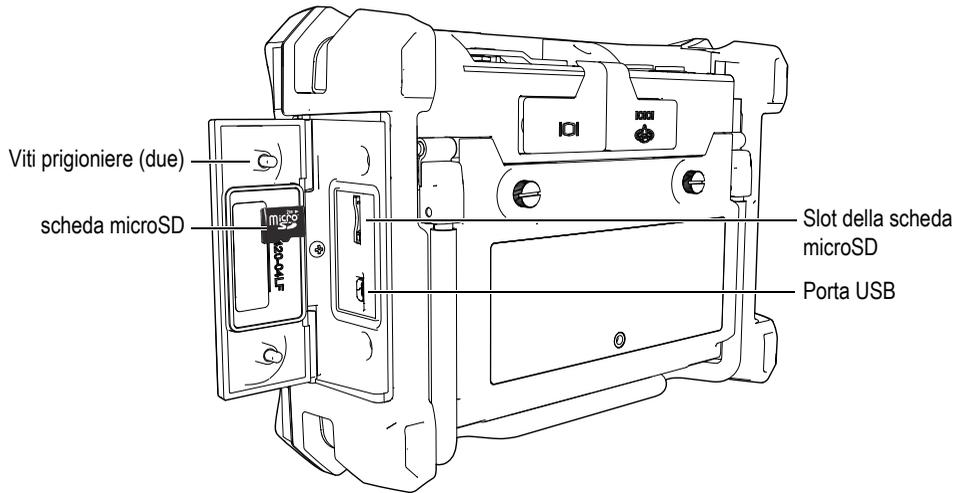

Figura 1-13 Installazione della scheda microSD
2. Allentare le due viti prigioniere e aprire lo sportellino I/O del NORTEC 600 (vedere Figura 1-13 a pagina 41).